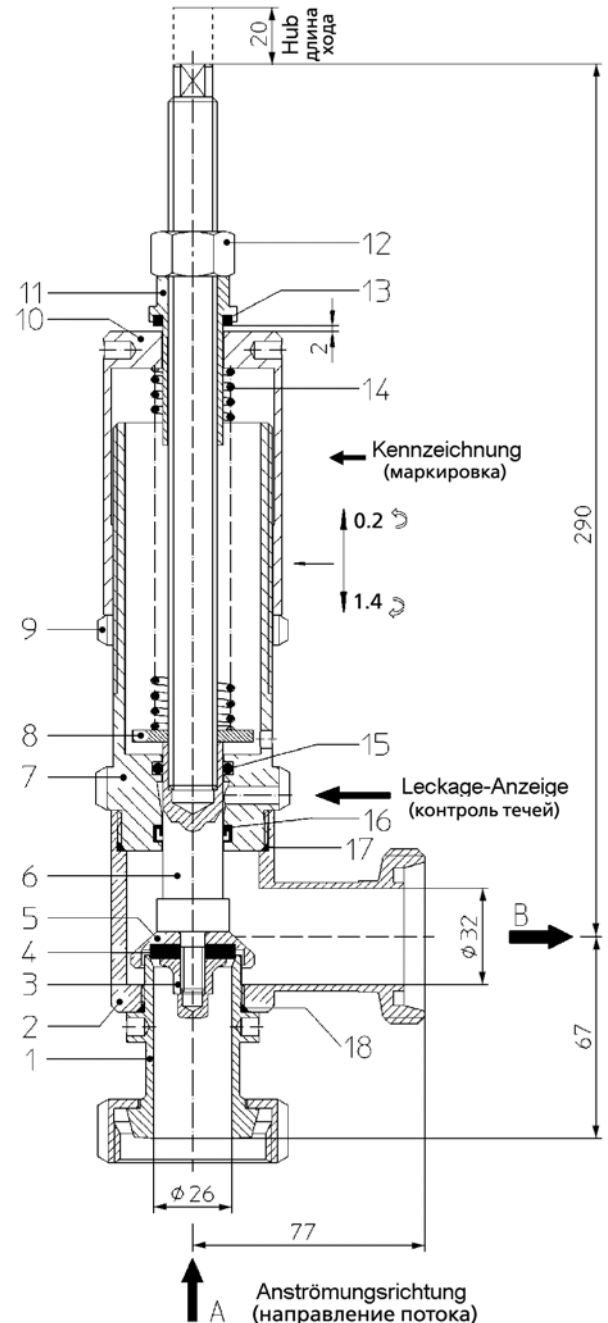

Рис. 3
Предпочтительное положение установки предохранительного клапана вертикальное, к порту «А» (см. рис. 3). Для предохранительных клапанов с установленным давлением срабатывания ≤ 0,5 бар вертикальное положение для монтажа является рекомендуемым. Клапан должен быть установлен таким образом, чтобы жидкость не оставалась его корпусе и свободно вытекала через порт «В». Также при установке клапана следует учитывать, что в момент срабатывания, клапан может немного смещаться.
### □ Маркировка (см. рис. 3)
- Ослабьте гайку (12) от направляющей (11)
- Вращайте направляющую (11) по направлению к регулировочной гайке (10) и после их контакта сделайте еще 1-2 оборота. Это приподнимет диск клапана (5) и снимет нагрузку с уплотнения (4).
- Ослабьте стопорную гайку (9)
- Давление срабатывания клапана устанавливается с помощью регулировочной гайки (10) и зафиксируйте ее с помощью стопорной гайки (9).
- Направляющая (11) должна быть установлена примерно на 2 мм выше регулировочной гайки и зафиксирована гайкой (12) (рис. 3).
#### □ Разборка и сборка (см. рис. 3)